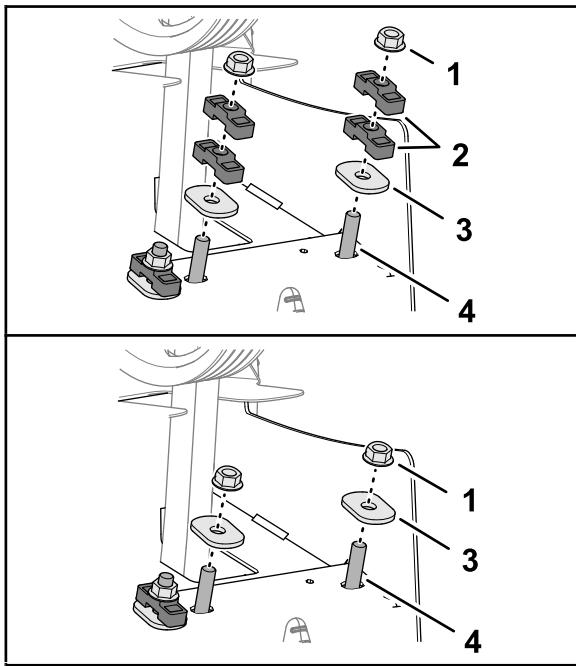

Figure 134
6. Fixez l'arbre de l'amortisseur et les entretoises sur le cadre arrière à l'aide des rondelles ovales trempées et des contre-écrous (Figure 134).